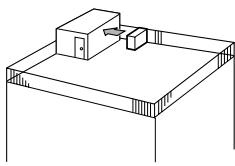

Fig. 2-3
- ① Direccione a saída de ar para a parede mais próxima a uma distância de cerca de 100 cm. (Fig. 2-3)